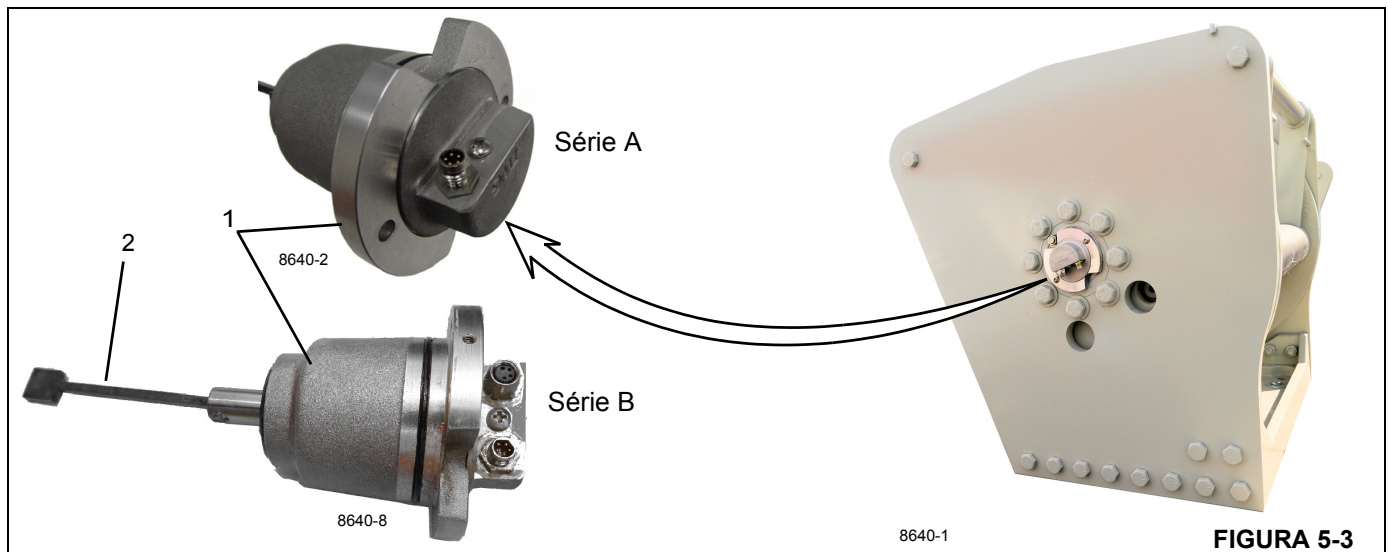

FIGURA 5-3
4. Insira o DRI no tambor. Gire o DRI (1, Figura 5-3) de forma que o eixo (2) do DRI engate no acionamento dentro do tambor.